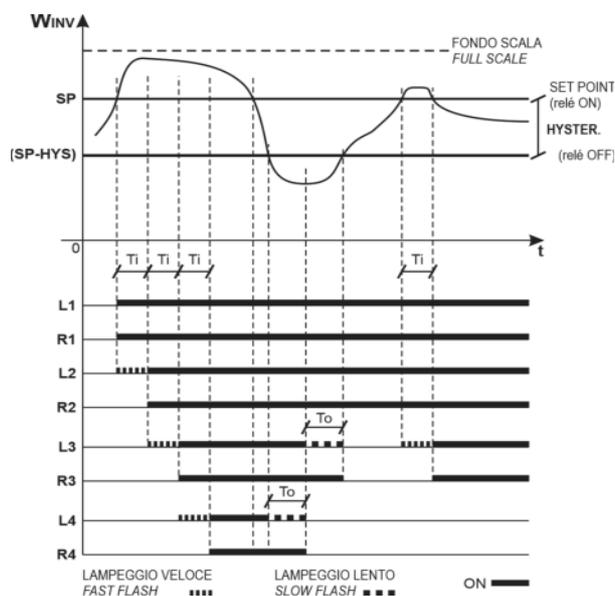

Fig. 3
**HY** ISTERESI, da menù, regolabile da SP a 0, si sottrae a SP, ed è il valore di WINV a cui i relè R1 ecc... si diseccitano (Vedere Fig. 3).